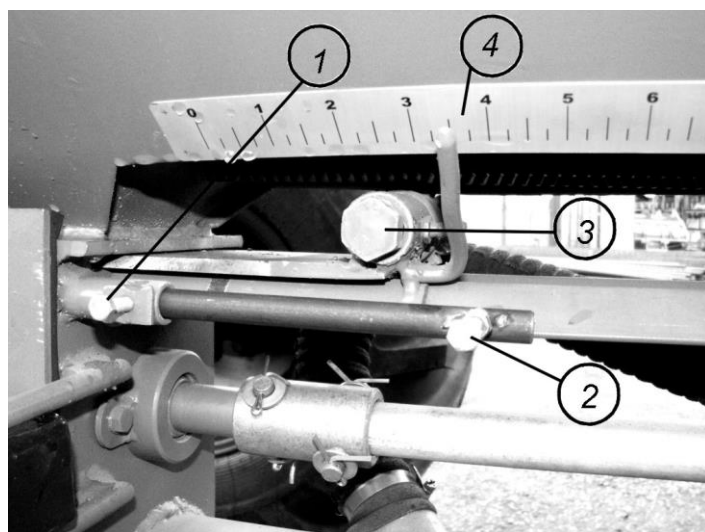

Рис. 6.4.2. Положение указателей
Теоретически определенная норма высева должна быть обязательно проверена путем калибровки высевающих узлов, особенно для люцерны, подсолнечника и удобрений. Норма высева устанавливается по линейкам 4, укрепленным на боковой стенке бункера рядом с дозирующими узлами (рис. 6.4.2). Положение вертикальной пластины 2 и горизонтальной выдвижной крышки 3 определяет рабочий объем 1 дозирующего узла (рис 6.4.1). Данные для определения нормы высева см. в табл. 6.4.1, 6.4.2.
Определив норму высева и соответствующее ей количество делений, необходимо отрегулировать положение пластины 2 и крышки 3 (рис 6.4.1) и связанных с ними указателей 2 и 3 соответственно (см. рис. 6.4.2).
1. Отпустить стопорный болт 1 (рис. 6.4.2) на прутке с вертикальной регулировочной пластиной. Установить короткий неокрашенный указатель 2 против нужного деления линейки и зажать болт 1.